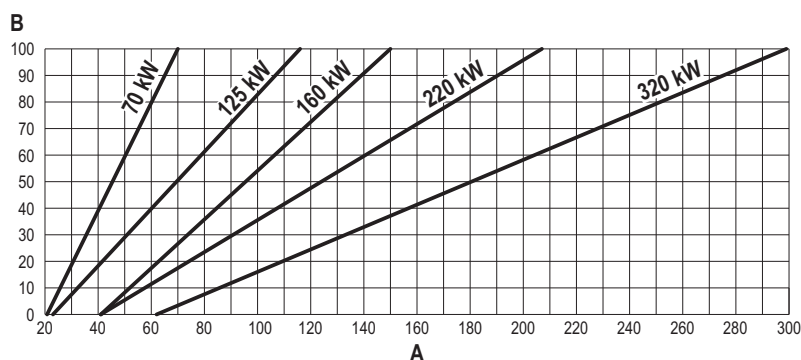

fig. 65
- Appuyer sur les **touches contextuelles 1 et 2** pour augmenter ou diminuer la puissance thermique (minimum = 00 - maximum = 100). Voir diagramme « Réglage Puissance Thermique » (fig. 65).